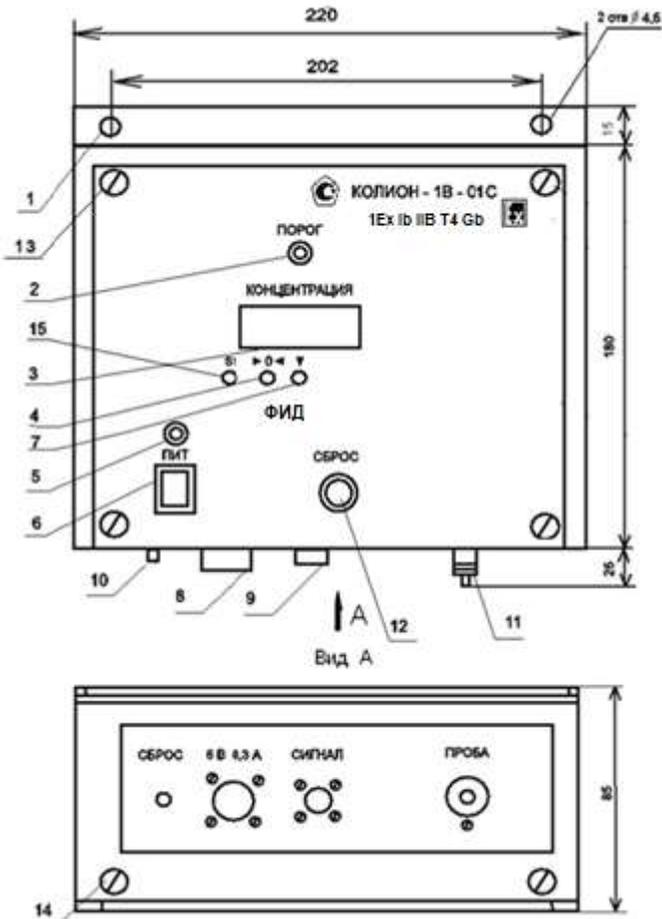

Рис. 1
- поверните фильтр (7) против часовой стрелки и извлеките фильтр из держателя;
3.5.1. Если после отсоединения фильтра противопылевого (7) надпись не исчезнет, проверьте питание микронасоса. Для доступа к
микронасосу выключите тумблер ПИТ (6) БИ (см. рис. 1), выключите БПВС, отсоединив его от сети, отверните два верхних винта (13) на передней панели и два винта (14) на нижней панели БИ (см. рис. 1), снимите сборку передней и нижней панелей. Если неисправности в питании микронасоса не обнаружено, замените микронасос.